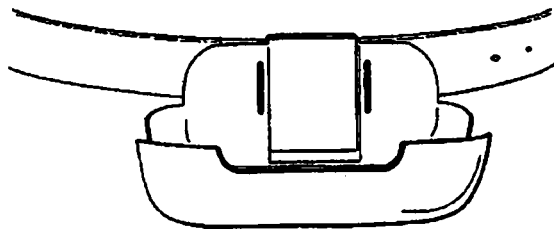

Figura 2.2 Deslice el soporte del neuroestimulador externo por el cinturón o la ropa.
1. Deslice el soporte del neuroestimulador externo por el cinturón o la ropa (Figura 2.2).